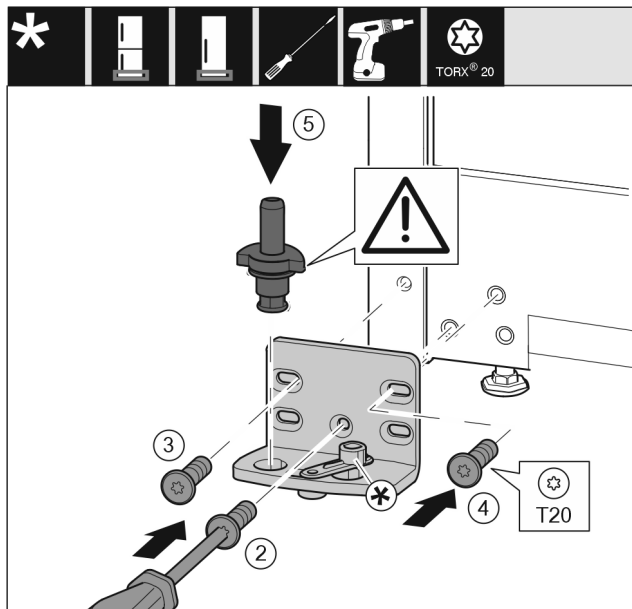

Fig. 17
- ▶ Coloque el soporte de cojinete en el otro lado y atorníllelo con la ayuda de un destornillador T20. Comience por el tornillo 2 en la parte inferior central. *Fig. 17 (2)*
- ▶ Atornille los tornillos 3 y 4. *Fig. 17 (3,4)*
- ▶ Coloque el perno de cojinete completo. Preste atención a que el saliente de retención esté orientado hacia atrás. *Fig. 17 (5)*